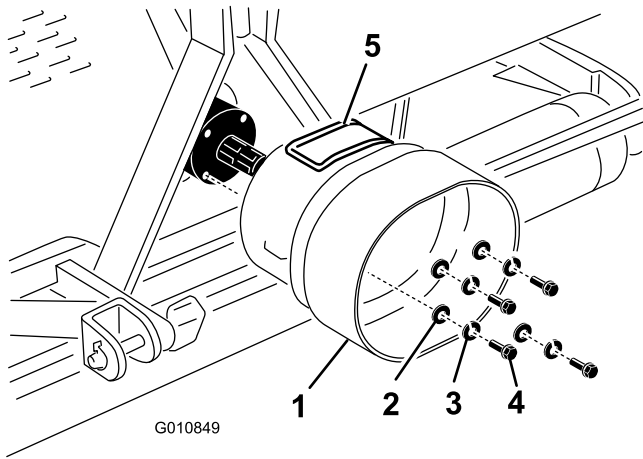

图22
1. 卸下固定至打孔机齿轮箱后部的 4 个螺栓、锁紧垫圈和扁平垫圈 图22。
2. 用之前卸下的紧固件将 PTO 护罩安装到打孔机齿轮箱上图22。
- 将 PTO 护罩的检修门图22 对准上面或侧面取决于打孔机机架配置。
**注意** 您可以打开检修门图22 以便拆装 PTO 轴安装紧固件。